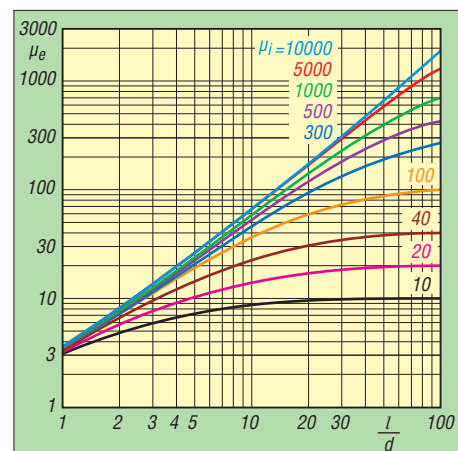

Bild 12: Effektive Permeabilität μ_e als Funktion des Stabkern- l/d -Verhältnisses bei unterschiedlicher Werkstoffpermeabilität
Der Betrag von N_E kann dann zur Bestimmung der effektiven Permeabilität μ_e des Stabkerns in Formel (13) eingefügt werden. In Bild 12 ist die Abhängigkeit des Wertes von μ_e von Werkstoffpermeabilität und Stabkerngeometrie dargestellt [2]. Die Analyse der Kurvenverläufe lässt folgende Schlussfolgerungen zu: